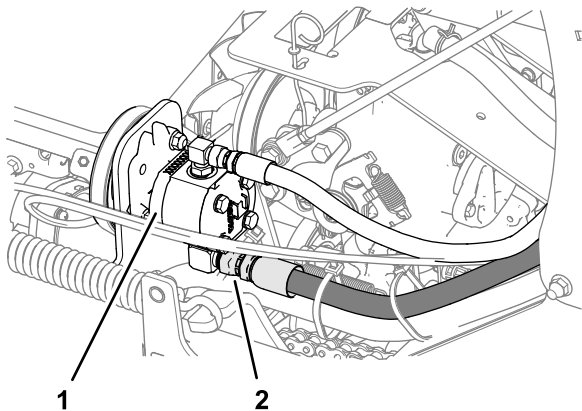

Figure 51
6. Desserrez le flexible d'aspiration du raccord de pompe, nettoyez la surface autour du raccord et vidangez l'huile (Figure 51).